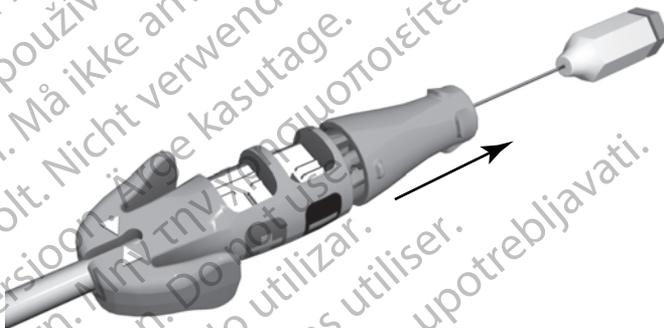

Figura 6. Cabezal de fijación de la herramienta de conexión suelto
3. Retire el cabezal de fijación del extremo terminal del conector antes de insertar el cable en la vena (Figura 6 Cabezal de fijación de la herramienta de conexión suelto de conexión suelto en la página 21).